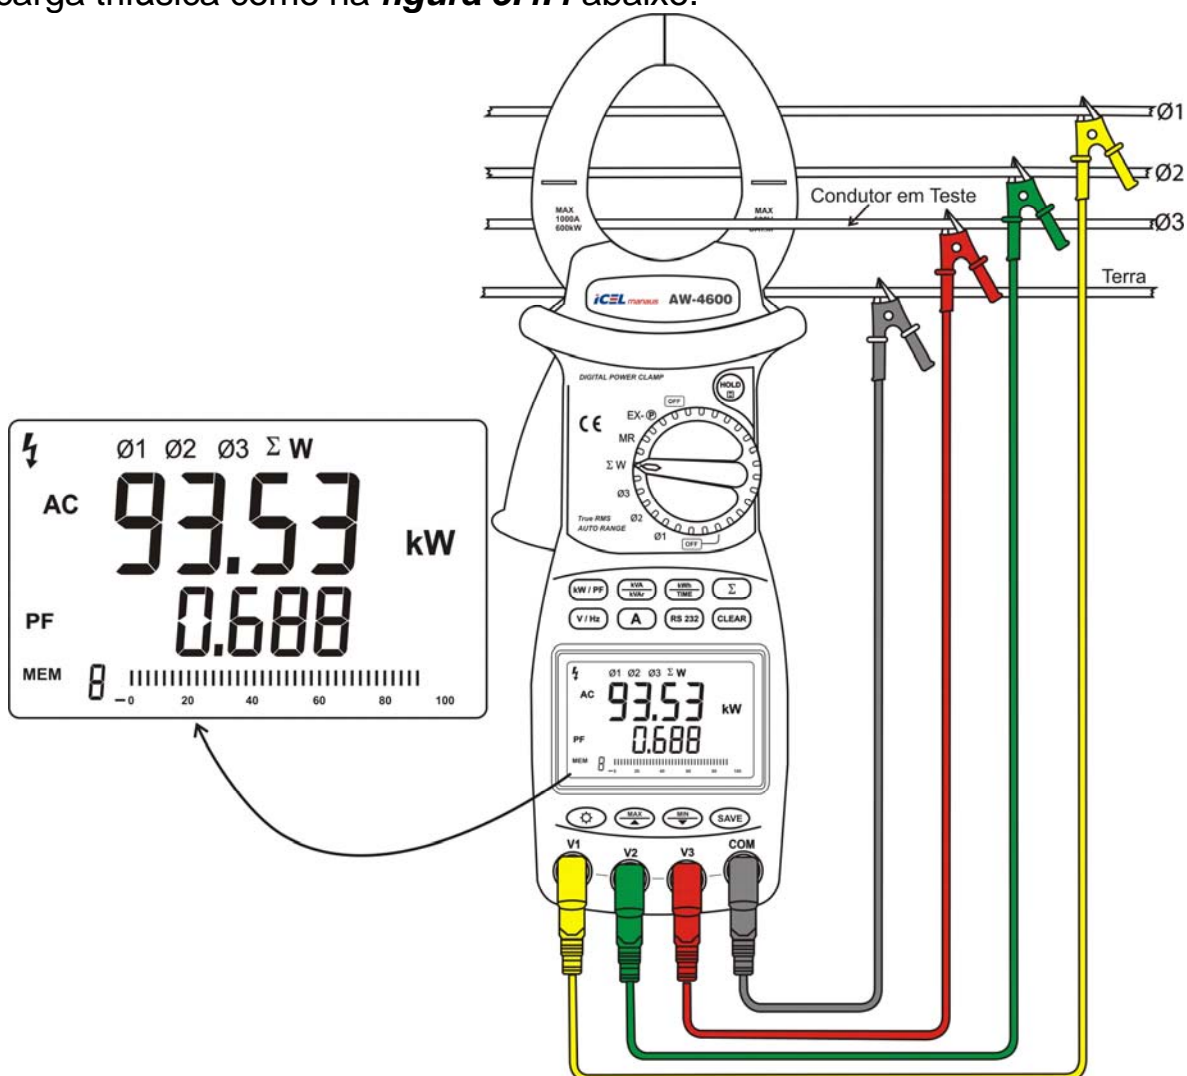

Figura 5.4.4
o. Gire então a Chave Seletora para a posição ' $\Sigma W$ ' e o visor passará a exibir os valores da **Potência Total** e do **Fator de Potência Total** da carga trifásica como na **figura 5.4.4** abaixo.